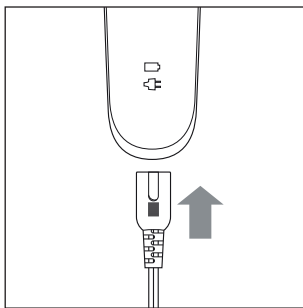

Fig. 1
- 2) Collegare lo spinotto cavo  9 dell'adattatore di rete  8 all'apparecchio (vedere fig. 1).
- 2) Collegare lo spinotto cavo ❸ dell'adattatore di rete ❷ all'apparecchio (vedere fig. 1).
- 3) Inserire la spina dell'adattatore di rete ❷ in una presa ben accessibile (100 - 240 V ~, 50/60 Hz).
- 4) Accendere l'apparecchio portando l'interruttore on/off I/O ❺ in posizione I.